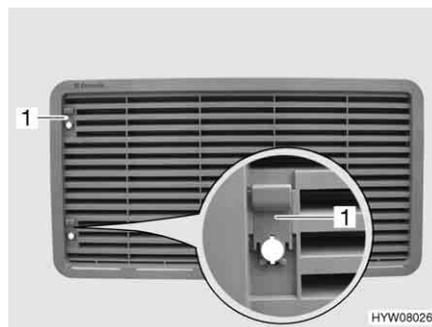

Fig. 148 Rejilla de ventilación del frigorífico (con corredera)
- Empujar la corredera (Fig. 148,1) hacia arriba.